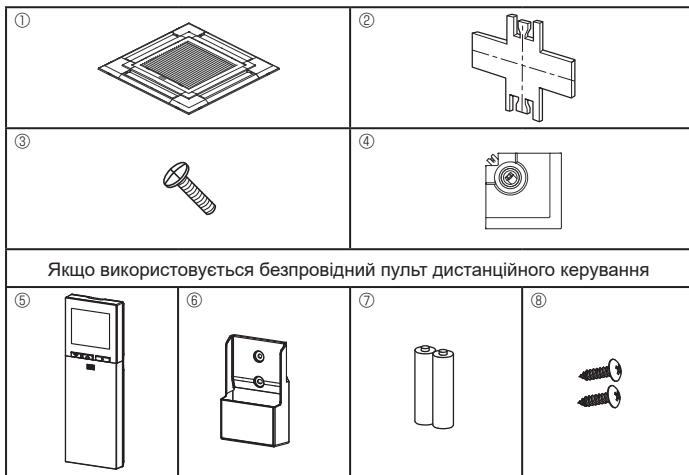

Fig. 9-1
9.1. Перевірка вмісту (Fig. 9-1)